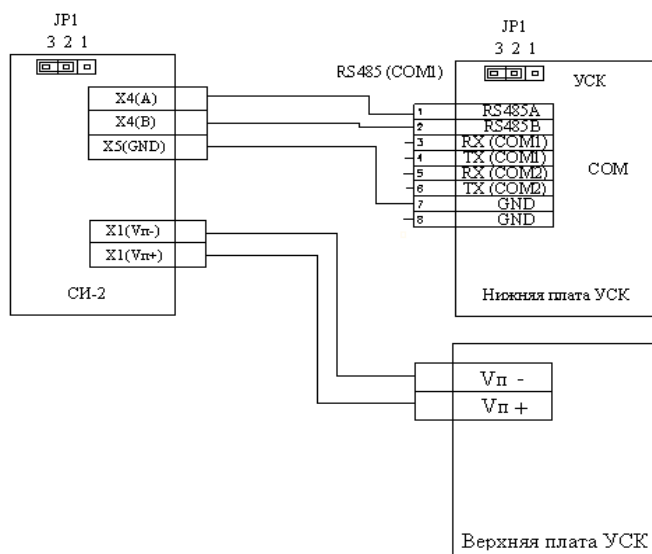

Рисунок 3. Схема подключения СИ-2 к УСК v.1.
- Подключить УСК к СИ-2 по Рис.3